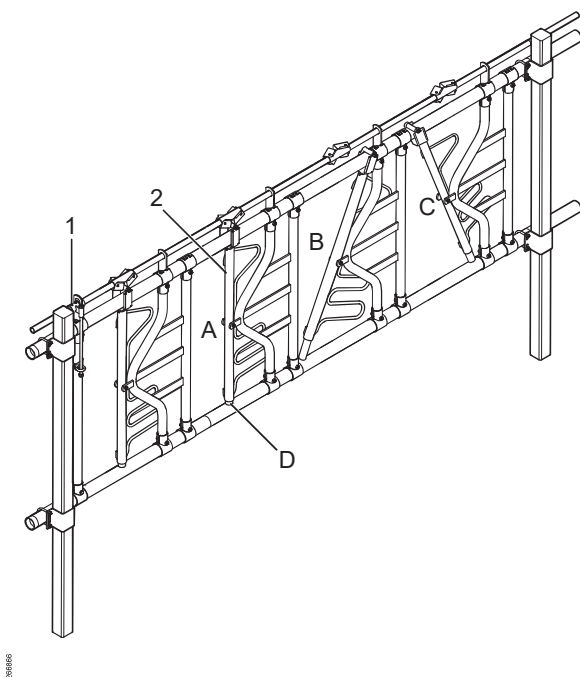

Fig. 1: F rfront HLS10.
De dreibare r rene (2) i nakkel sen styres med en kontrollenhet (1) (se Fig. 1). De dreibare r rene kan stilles til  pen eller l seposisjon. Med de dreibare r rene i  pen posisjon, kan kyrne ete og forlate f rbrettet frivillig. I l st posisjon, st r kyrne hele tiden ved f rbrettet.